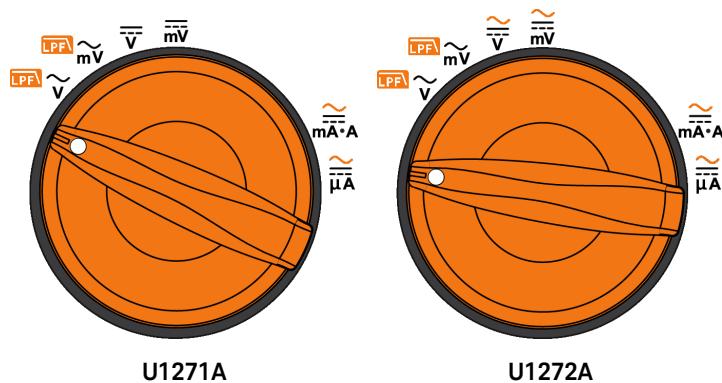

Figure 2-36 Fonctions avec lesquelles une mesure de fréquence est possible
Votre multimètre permet une surveillance simultanée de la tension ou du courant en temps réel avec des mesures de fréquence, de rapport cyclique ou de largeur d'impulsion. La Figure 2-36 illustre les principales fonctions permettant des mesures de fréquence sur votre multimètre.
- 1 Pour mesurer la fréquence, réglez le commutateur sur l'une des fonctions principales autorisant des mesures de fréquence, lesquelles sont présentées à la Figure 2-36.
- 1 Pour mesurer la largeur d'impulsion, positionnez le commutateur rotatif sur l'une des fonctions permettant d'effectuer des mesures de fréquence, conformément à la Figure 2-36.
- 1 Pour mesurer le rapport cyclique, positionnez le commutateur rotatif sur l'une des fonctions permettant d'effectuer des mesures de fréquence, conformément à la Figure 2-36.